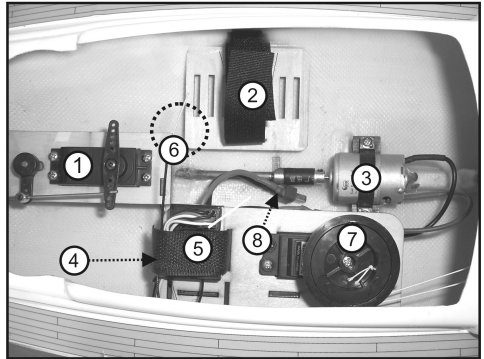

Bild 4
- In Bild 4 sehen Sie das Lenkservo (1), die Halterung für den Fahrakku (2), den Antriebsmotor (3), dem Fahrtregler (4; verdeckt), den Empfänger (5), die Empfangsantenne (6), das Segelwindenservo (7) sowie den Anschlussstecker des Fahrtreglers (8).
- In Bild 4 Pos. 5 sehen Sie einen möglichen Einbauort des Fernsteuerempfängers. Der Empfänger kann mit doppelseitigem Klettband oder einem Kabelbinder befestigt werden.
- Die Empfangsantenne (6) kann z.B. bei einer 2,4 GHz-Fernsteueranlage mit einem kleinen Stück Bowdenzugröhrchen in der Nähe des Empfängers in der Art angebracht werden, dass die letzten drei Zentimeter der Antenne senkrecht nach oben zeigen.
Nach dem Sie Ihren Sender eingeschaltet und den Fahrakku im Modells auf der vorgesehenen Halterung montiert und angeschlossen haben (siehe auch Bild 4), ist Ihr Modell betriebsbereit. Es sollte in diesem Moment die Segelwinde nicht anlaufen oder brummen. Auch der Motor darf nicht anlaufen.